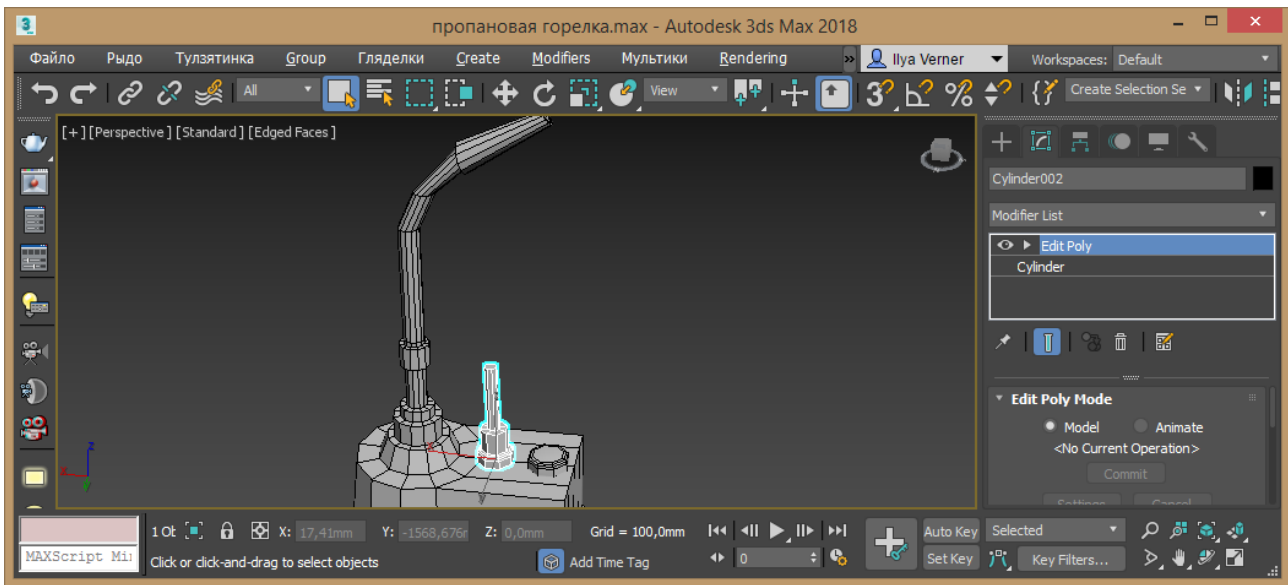

Рис. 4.10 – Додавання та редагування циліндру
10. Створіть циліндр у режимі Autogrid на верхній частині цього носіку, та надайте йому наступні параметри: 12, 6, 1, 1, 8. Додайте до елемента модифікатор Edit Poly та до верхніх граней застосуйте команду Chamfer із параметрами 2 мм, 3 сегменти (рис. 4.10). Дублюйте отриманий елемент та надайте діаметр на 9 мм (рис. 4.11).